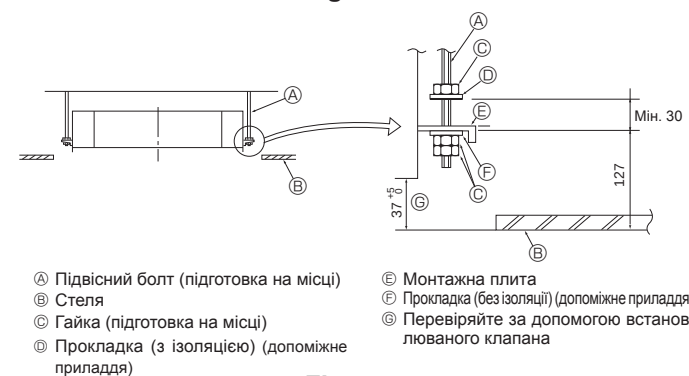

Fig. 4-5
4.5. Процедури підвіски блока (Fig. 4-5)